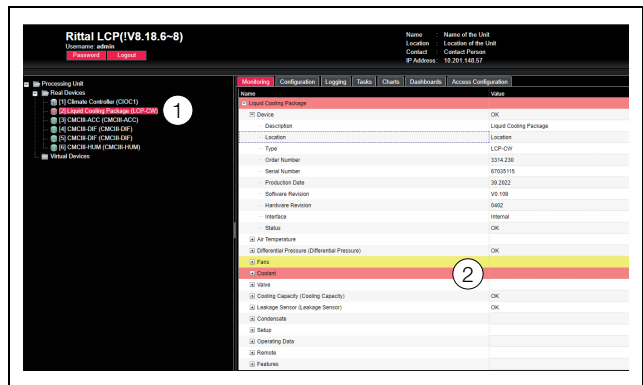

Abb. 136: Auswahl mehrerer Parameter
- Klappen Sie nur den Eintrag „Liquid Cooling Package“ aus, indem Sie auf das „Plus“-Zeichen vor diesem Eintrag klicken (Abb. 136, Pos. 1).
- Setzen Sie den Mauszeiger an das Ende der ersten Spalte in der Zeile „Liquid Cooling Unit“ (Abb. 136, Pos. 2). Es erscheint ein „Edit“-Symbol und der Mauszeiger ändert sich in ein „Hand“-Symbol.